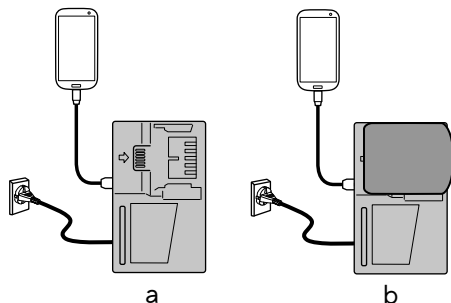

图 22
- 将 USB 设备插入插座进行充电（图 22-a）。
- 将 USB 设备和电池插入插座进行充电。（图 22-b）